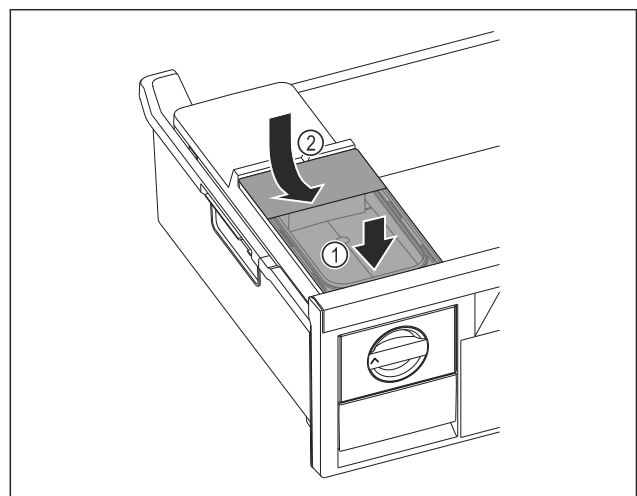

Fig. 84
- ▶ Wassertank vorne ansetzen. Fig. 84 (1)
- ▶ Wassertank hinten absenken. Fig. 84 (2)